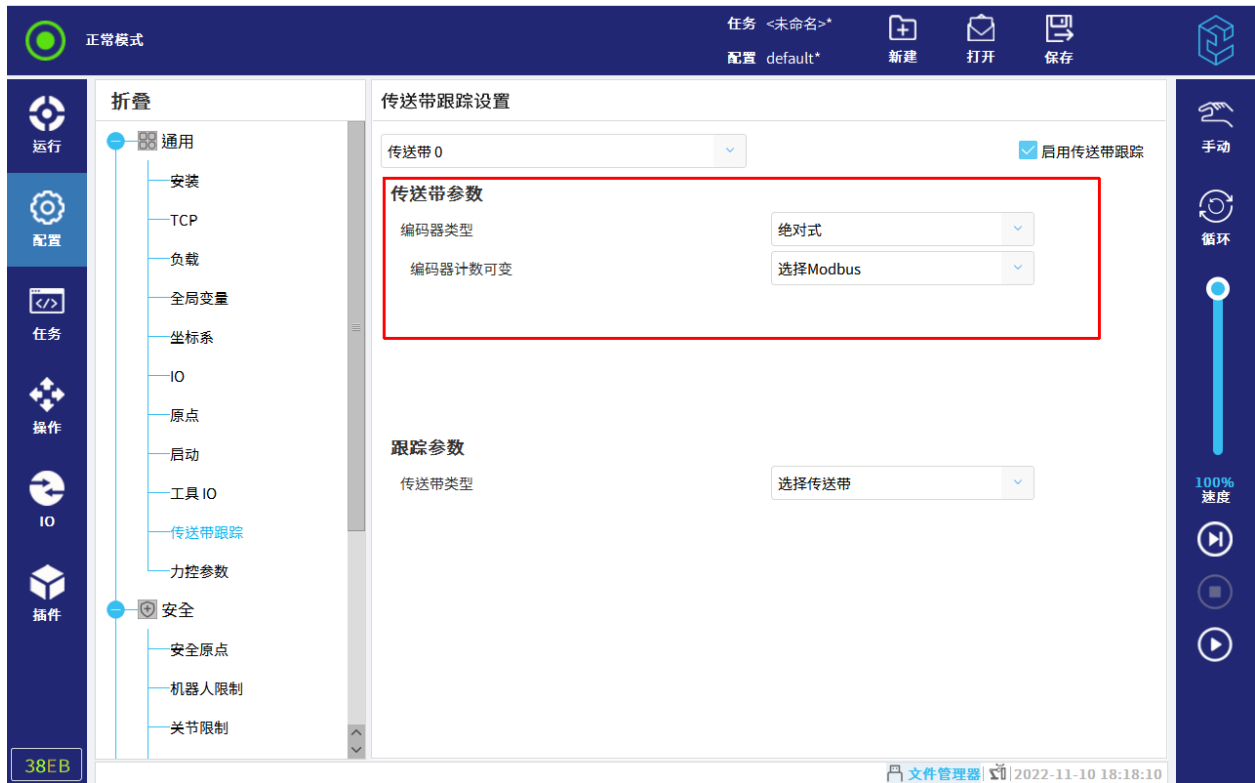

图 12-34 配置传送带参数
4. 选择“编码器计数可变”为设置的“Modbus”，如图 12-34 所示。